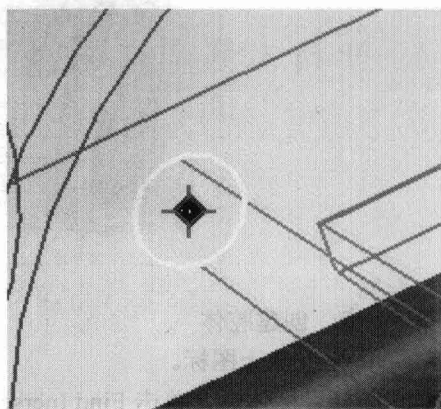

图 0-8
- 选择 4 个圆心, 如图 0-8 所示, 单击 Cancel 按钮。